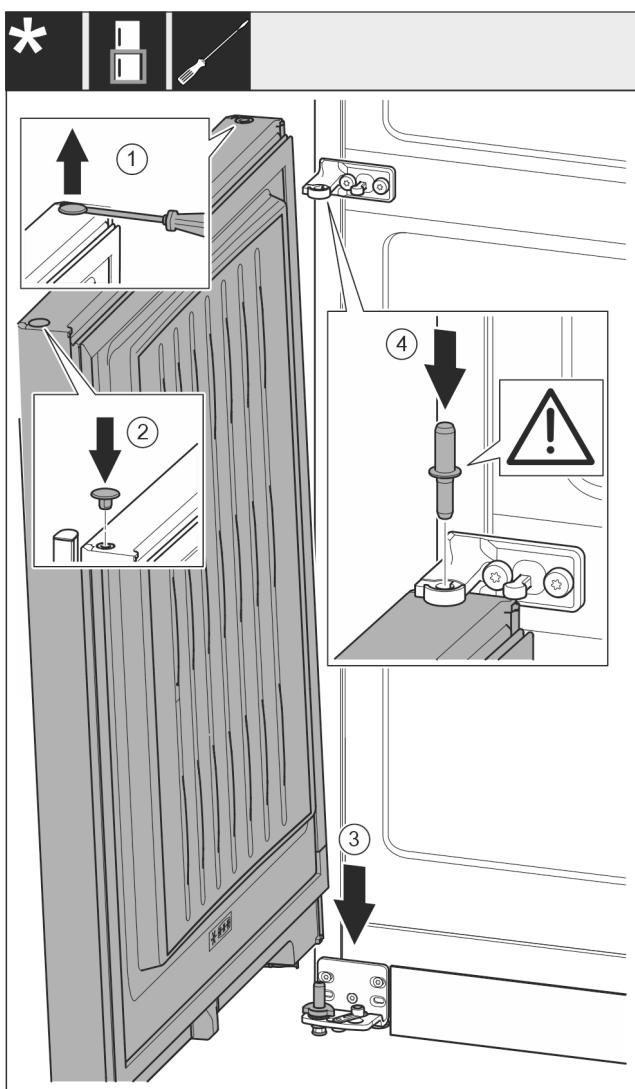

Fig. 20
- ▶ Previdno dvignite čep Fig. 20 (1) s ploščatim izvijačem in ga izvlecite.
- ▶ Cep Fig. 20 (2) ponovno vstavite na drugi strani vrat.
- ▶ Vrata Fig. 20 (3) od zgoraj nasadite na spodnji ležajni sornik.
- ▶ Vstavite ležajni sornik na sredini Fig. 20 (4) skozi ležajni podstavek na sredini v spodnjih vratih. Pri tem pazite na to, da je zaskočni zapah obrnjen nazaj.